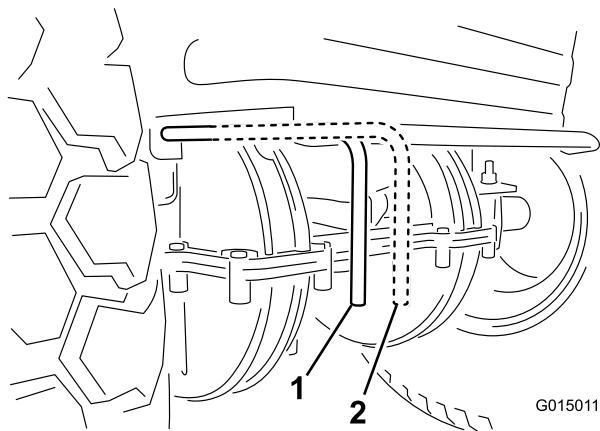

Figura 13
**Nota:** Esto desengrana el sistema de tracción y permite que las ruedas giren libremente.(Figura 13).
Ponga el control de tracción en la posición de Funcionamiento para engranar el sistema de tracción (Figura 13).